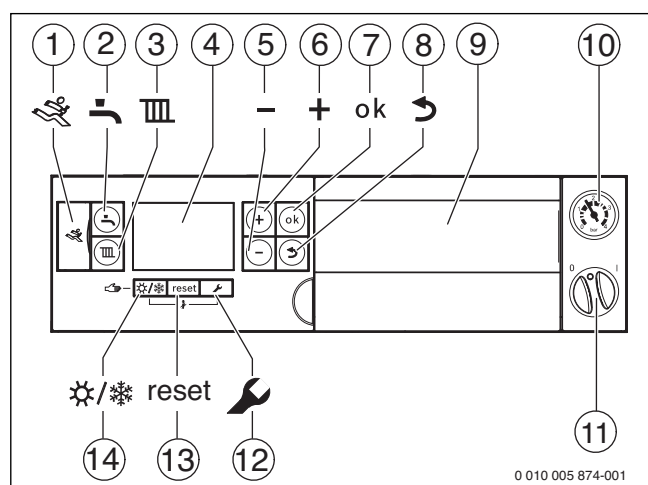

Fig. 6 Panou de comandă la capacul deschis al panoului de comandă
- Unitatea de comandă montată în aparat pentru reglare în funcție de temperatura exterioară (→ fig. 6).